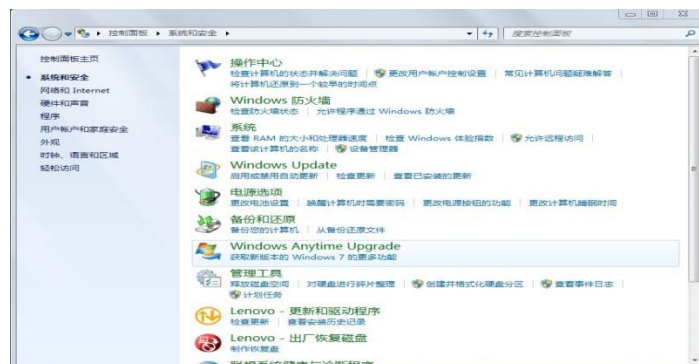

图 2-2
b. 打开设备管理器。控制面板—》系统和安全—》系统 --> 设备管理器。出现如下图 2-2 所示对话框: